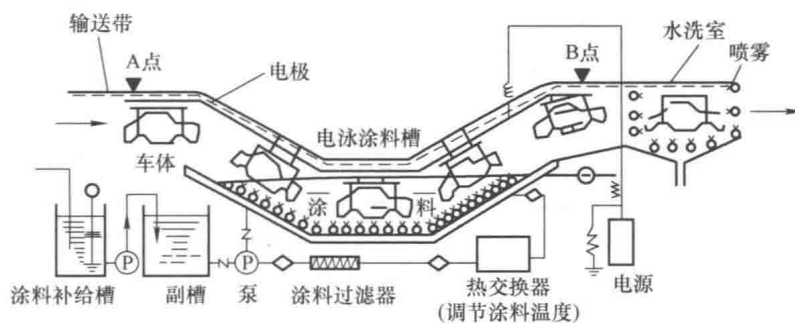

图 1-10 电泳涂装
(2) 电泳涂装 如图 1-10 所示,利用水溶性涂料液在电场(一般采用 $200 \sim 300\text{V}$ 的直流电)作用下产生的电泳、电解、电沉积和电渗作用,使浸在漆液中的车身被涂上漆。